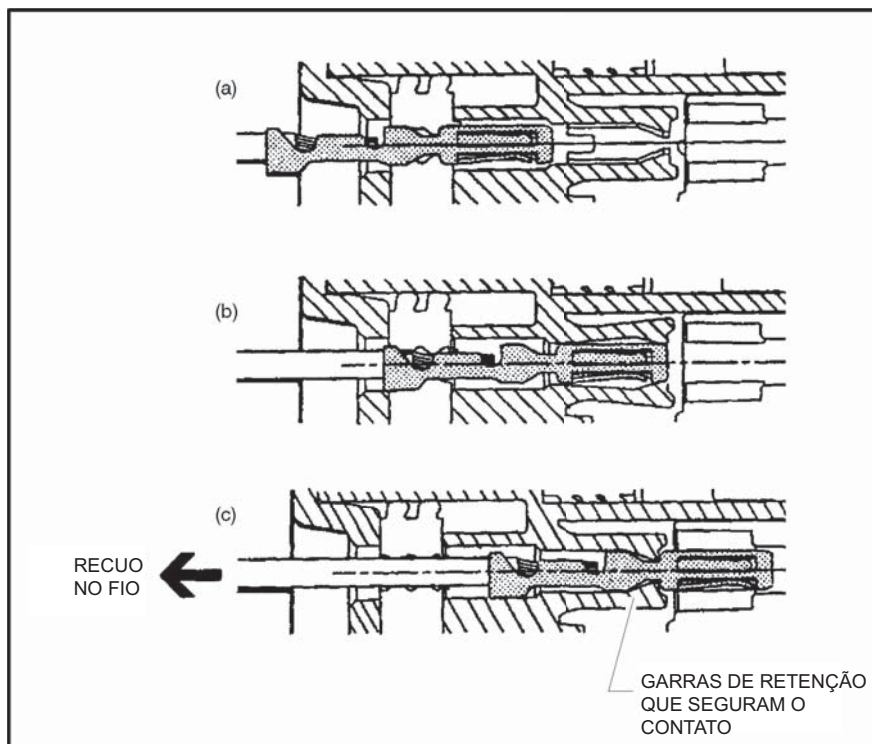

Figura 7-9. Montagem do conector – Figura 2
2. Puxe o fio de contato com uma força de 0,450 ou 0,900 kg (1 ou 2 libras) para ter certeza de que as garras de retenção estejam prendendo o contato (Consulte a Figura 7-9.).
1. Para inserir um contato, empurre-o para dentro da cavidade do circuito apropriado até ele parar (Consulte a Figura 7-9.).